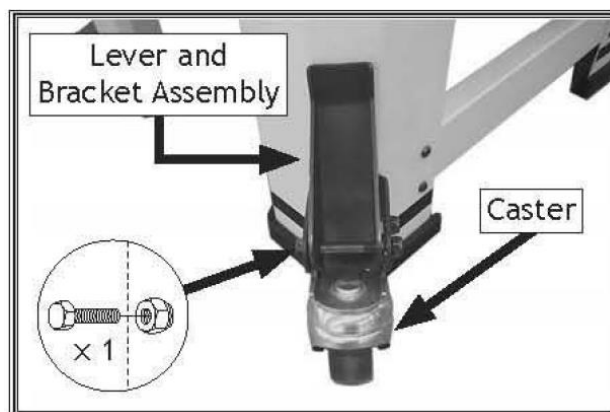

Рисунок 13. Ролик, установленный на передней правой ноге
2. Установите ролик на каждый рычаг и кронштейн в сборе (см. Рисунок 13) с помощью (1) шестигранного болта М8-1.25 x 65 и (1) стопорной гайки М8-1.25